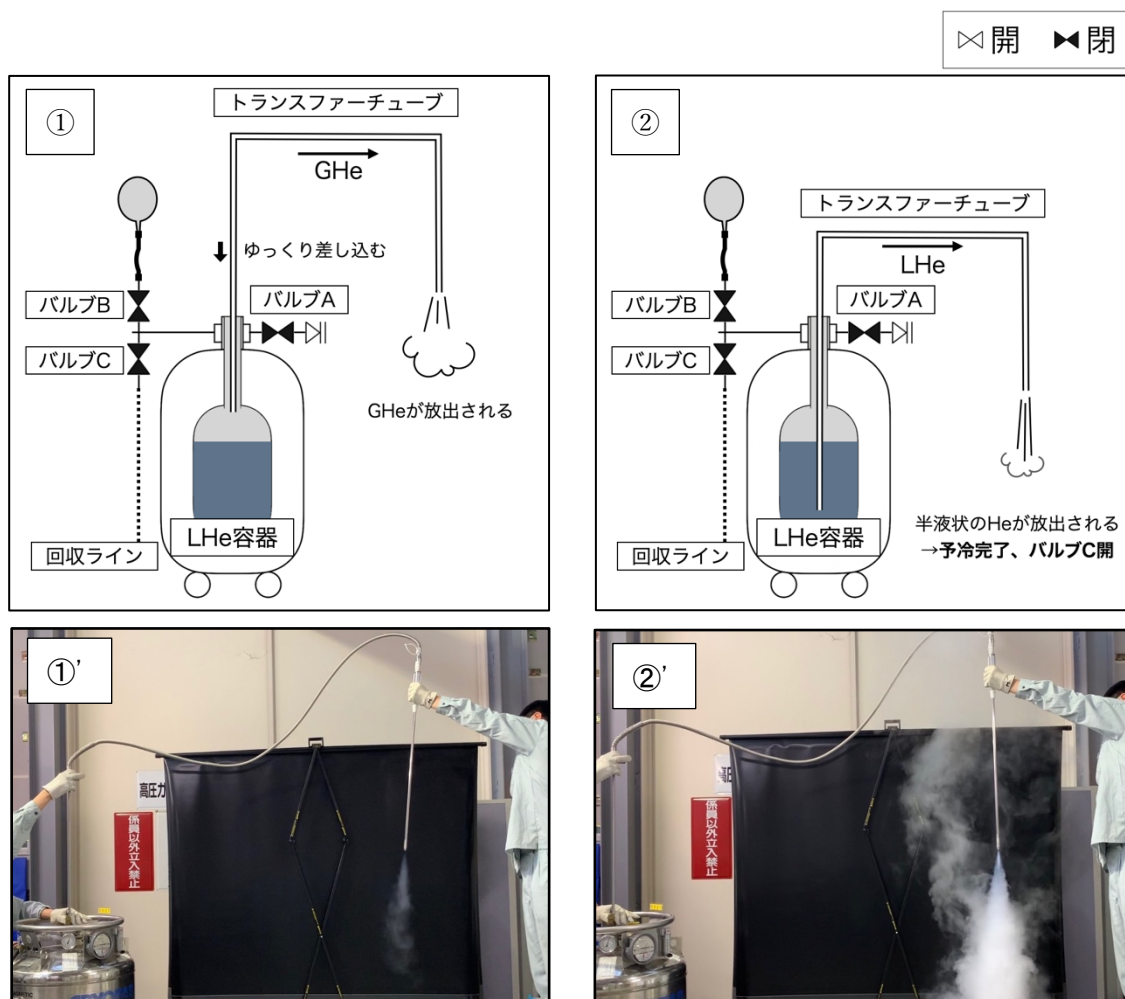

図3 トランスファーチューブ予冷
図3にトランスファーチューブ予冷の手順概略(①→②)とその時のトランスファーチューブからのGHe放出状況を①'、②'に記します。①LHe容器のバルブAとバルブCを閉じて、トランスファーチューブをLHe容器に差し込みます。②LHe容器の内圧の上昇を防ぐため、差し込みはゆっくりと行ってください。トランスファーチューブの先から半液状のヘリウムが放出されたらLHe容器のバルブCを開けて、LHe容器の圧を下げ予冷を止めます。①'ヘリウムがガスとして放出されている状態。②'ヘリウムが気液混合状態で放出され始めた状態(予冷完了)。予冷中の放出分のGHeも回収するべきですが、作業の都合上この分のGHeのみは大気放出しています。